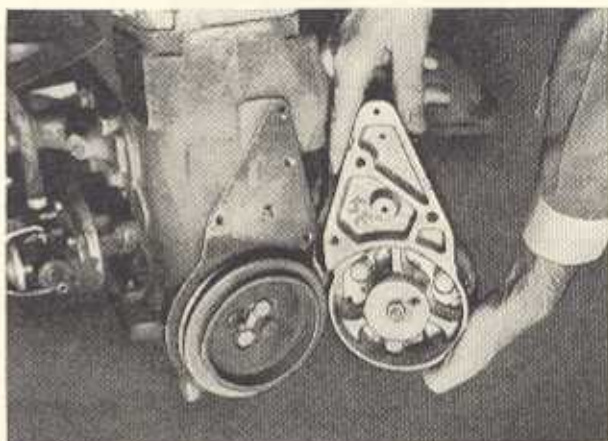

Bild M 41
2. Beim Anbau des Dreihebelunterbrechers werden die Paßstifte 5 × 25 TGL 0-7 als Zentrierung für den richtigen Sitz des Gehäuses verwendet. Gleichzeitig ist darauf zu achten, daß der Mitnehmerbolzen beim Ansetzen des Gehäuses in das Langloch der Miramid-scheibe gedrückt wird. Keilriemenscheibe und Miramid-scheibe sind vor dem Anbau in eine Stellung zu bringen, bei der sich Mitnehmerbolzen und Langloch genau gegenüberstehen (Bild M 41).